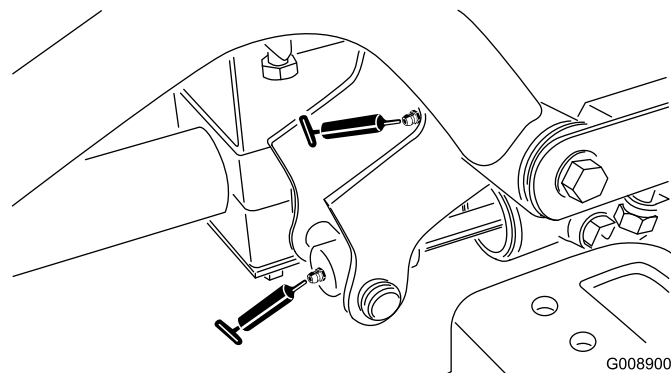

Рисунок 53
- Цилиндр поворота и подъема правого переднего подъемного рычага (2) (Рисунок 53)